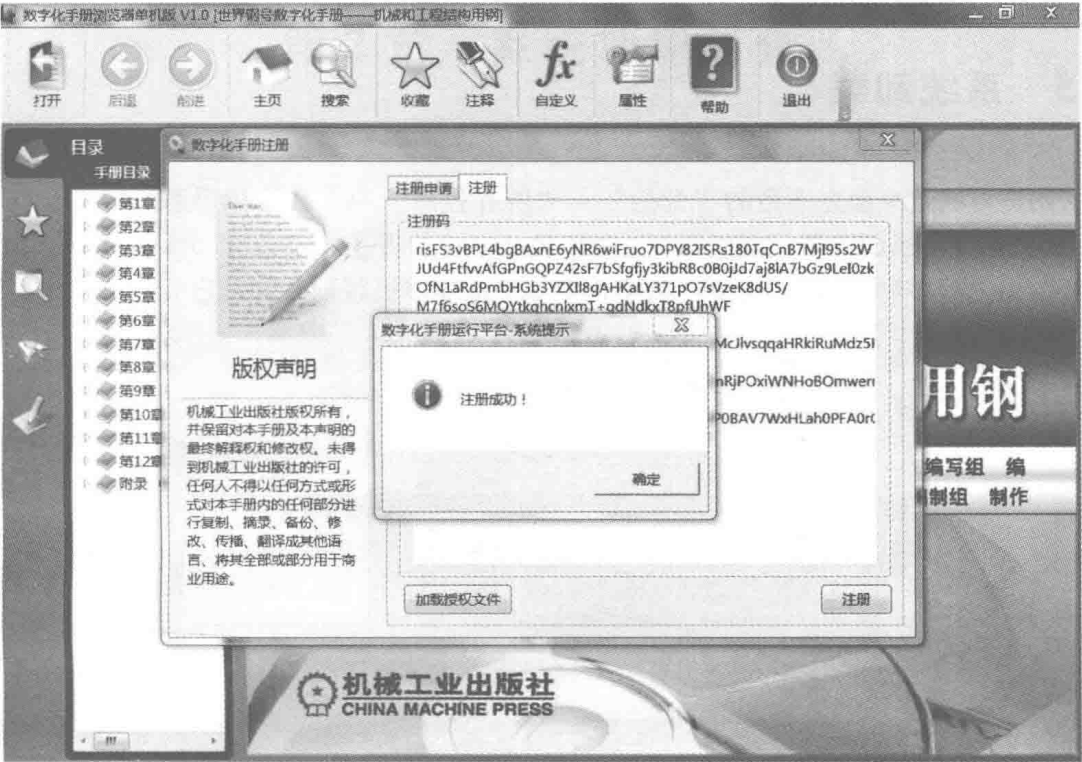

图 1-14 “注册成功”信息提示
2) 注册通过后，数字化手册浏览器显示“注册成功”的信息提示，如图 1-14 所示，表示用户已取得授权。单击“确定”按钮，即可正常使用数字化手册。